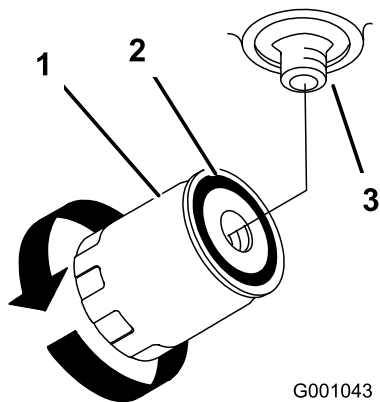

Bild 72
7. Ölen Sie die Gummidichtung am Ersatzfilter leicht mit Frischöl ein (Bild 72).
9. Füllen Sie den Hydraulikbehälter mit Hydraulikflüssigkeit, bis die Flüssigkeit über den Filter läuft. Drehen Sie den Ölfilter dann nach rechts, bis die Gummidichtung den Filteradapter berührt. Ziehen Sie den Filter dann um eine weitere halbe Umdrehung fest (Bild 72).